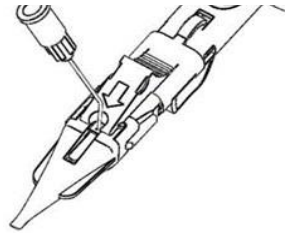

Fig 6.
8. Introduire la canule d'une seringue contenant du produit viscoélastique dans la petite ouverture située devant le taquet rouge (min. 23G). Injecter une quantité suffisante de produit viscoélastique par le petit orifice comme montré dans la Fig.6. Un remplissage jusqu'à mi-chemin du bec de la cartouche devrait suffire.